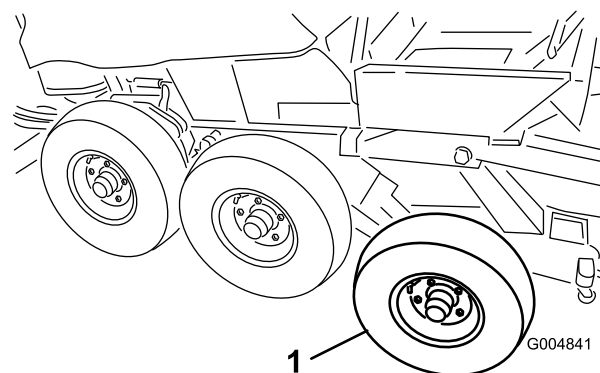

Figure 54
1. Rondelle et écrou sur le goujon de pivot de bogie (2)
17. Déposez les roues avant et centrales du cadre d'hiver (Figure 54).